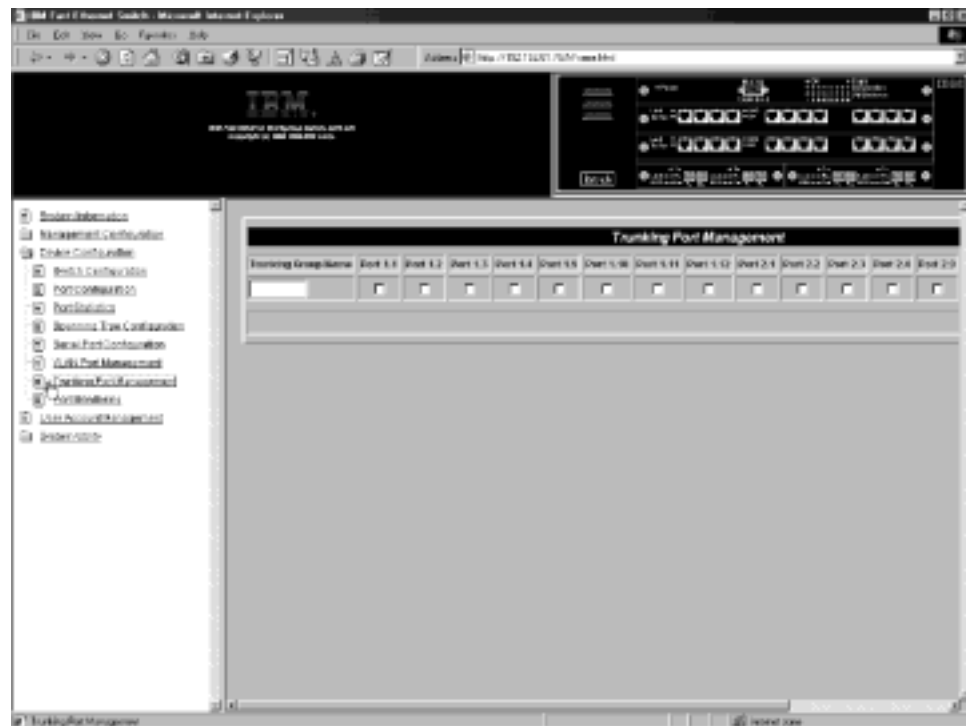

Abbildung 5-13. Anzeige "Trunking Port Management"
Nach Auswahl dieser Option wird die Anzeige "Trunking Port Management" aufgerufen, die in Abb. 5-13 auf Seite 5-23 dargestellt ist. In dieser Anzeige können Sie Trunking-Gruppen erstellen, anzeigen, löschen und ändern.
4. Der IBM 8275-326 unterstützt das Port-Trunking für die Anschlüsse 1.5, 1.6, 1.7 und 1.8 sowie 2.5, 2.6, 2.7 und 2.8 nicht (siehe Abb. 5-13 auf Seite 5-23).